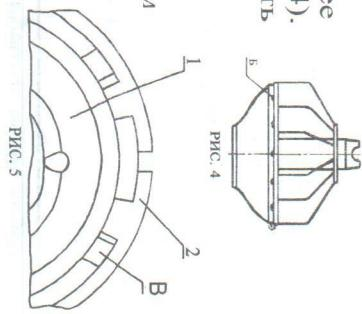

Рис.6
7. Емкость 7 закрепить фиксатором 6, задвинув его в пазы стойки 4 (см. рис.6).